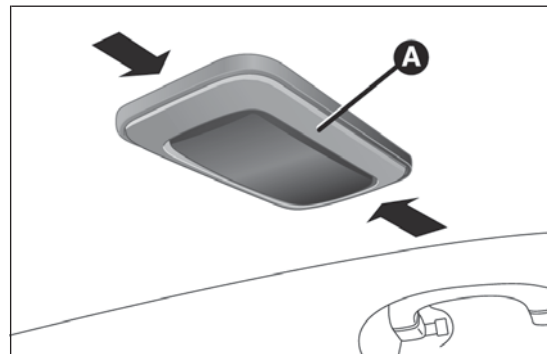

fig. 194
- ☐ agire nel punto indicato dalla frecce e rimuovere la plafoniera A fig. 194;
- rimontare la plafoniera A fig. 194 inserendola nella sua corretta posizione prima da un lato e quindi premendo sull'altro lato fino ad avvertire lo scatto di bloccaggio.